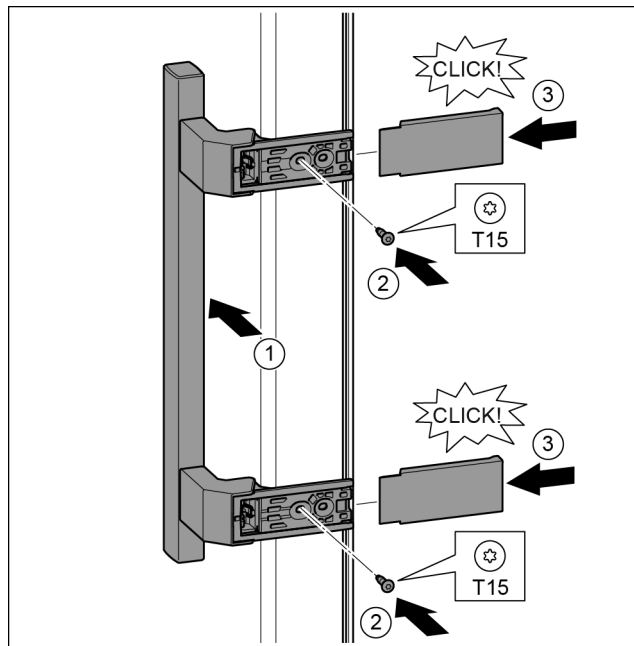

Fig. 19
- ▶ 将把手放到反面。 Fig. 19 (1)
- ▶ 用 T15 螺丝刀拧紧螺钉。 Fig. 19 (2)
- ▶ 将盖板放置到侧面并插入。 Fig. 19 (3)